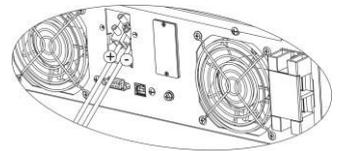

Abbildung 5
Schritt 4: Überprüfen Sie die richtige Polung der Anschlusskabel der PV Module und PV Eingangsbuchsen. Verbinden Sie anschließend den Pluspol (+) des Anschlusskabels mit dem Pluspol (+) des PV-Eingangs. Verbinden Sie dann den Minuspol (-) des Anschlusskabels mit dem Minuspol (-) der PV-Eingangsbuchse. Siehe hierzu Abbildung 5.